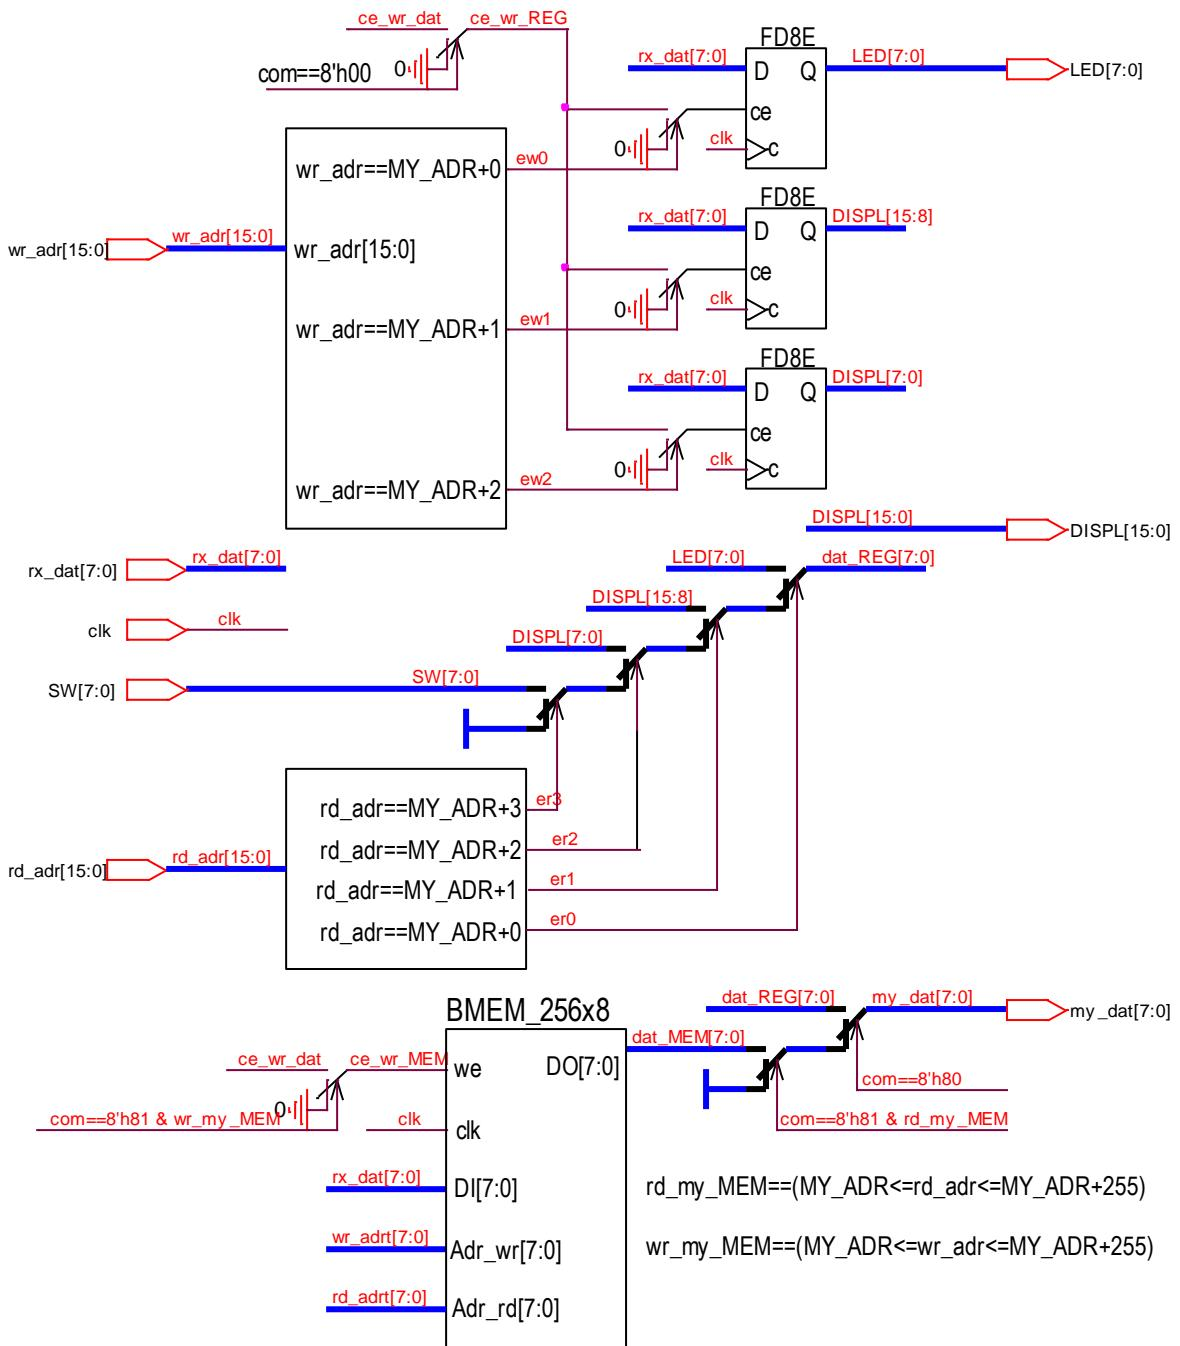

Рис.8 Пример структурной схемы модуля `my_BLOCK`
- 2.5 Начертить структурную схему модуля my\_BLOCK (рис.8).
4.2 Составить на Verilog-е схему модуля my\_BLOCK (см. рис.8) Создать модуль my\_BLOCK. При необходимости провести моделирование его работы.